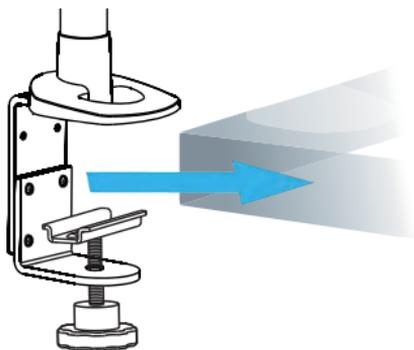

Figure 2
4. Faites glisser la **Pince de Bureau** sur le **Bureau**. (Figure 2)